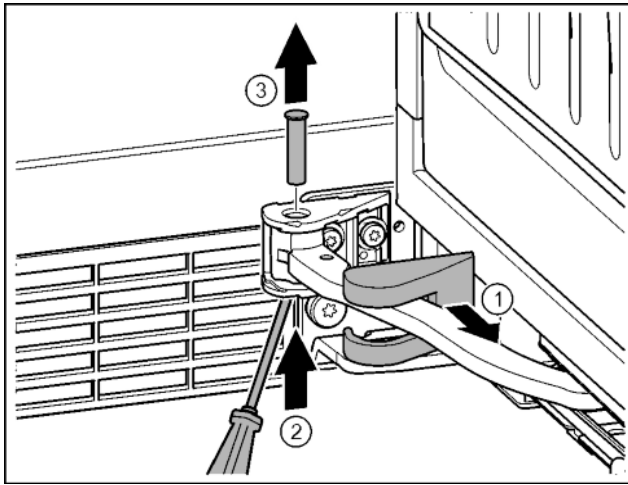

Fig. 14
- Зніміть кришку опорного кронштейна та перемістіть вздовж шарніра. Fig. 14 (1)
- Рукою чи викруткою підійміть палець знизу. Fig. 14 (2)
- Перемістіть викрутку під голівку пальця і витягніть. Fig. 14 (3)